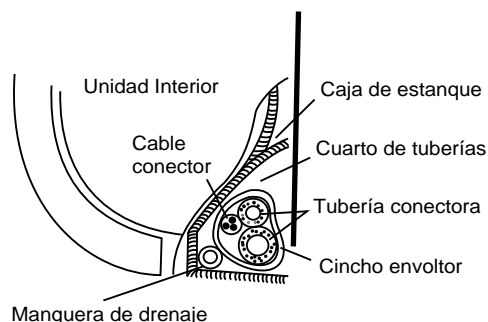

Fig.14
5. Agrupe la tubería y conecte con el cable, coloque la cinta adhesiva, segura y uniformemente, como se muestra en la Fig. 14.